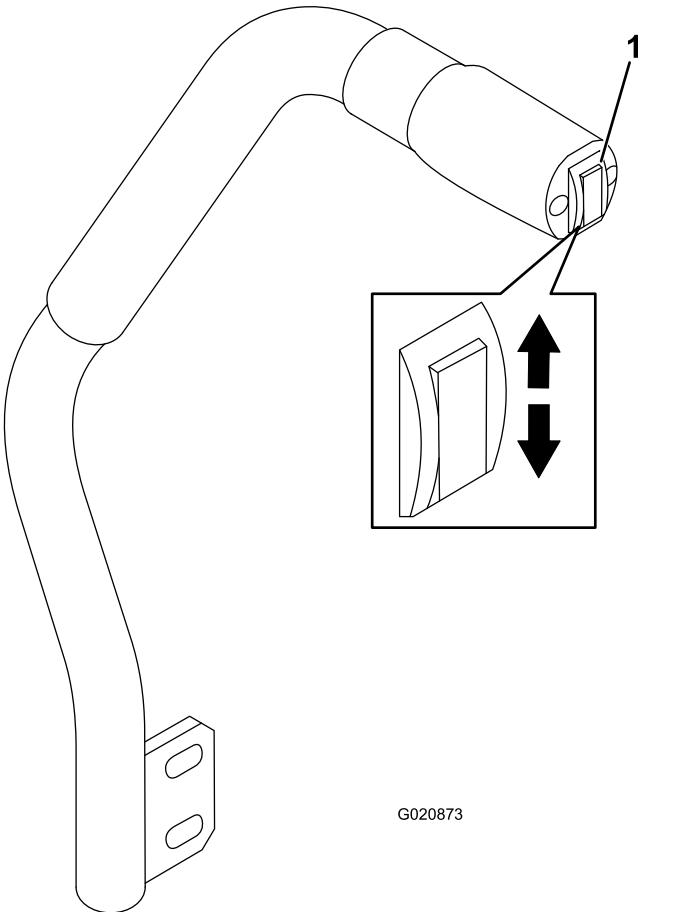

図 21
デッキ昇降スイッチはデッキアタッチメントの上昇と下降を行うスイッチです図 21。このレバーは、エンジンが掛かっていないと使用できません。
- ・ デッキを下降させるには、スイッチを下に押す図 21。
- ・ デッキを上昇させるには、スイッチを上に押す図 21。
1. エンジンを始動し、デッキの昇降スイッチを上に押してデッキを一番高い位置まで上昇させたらすぐにスイッチから手を離す図 21。